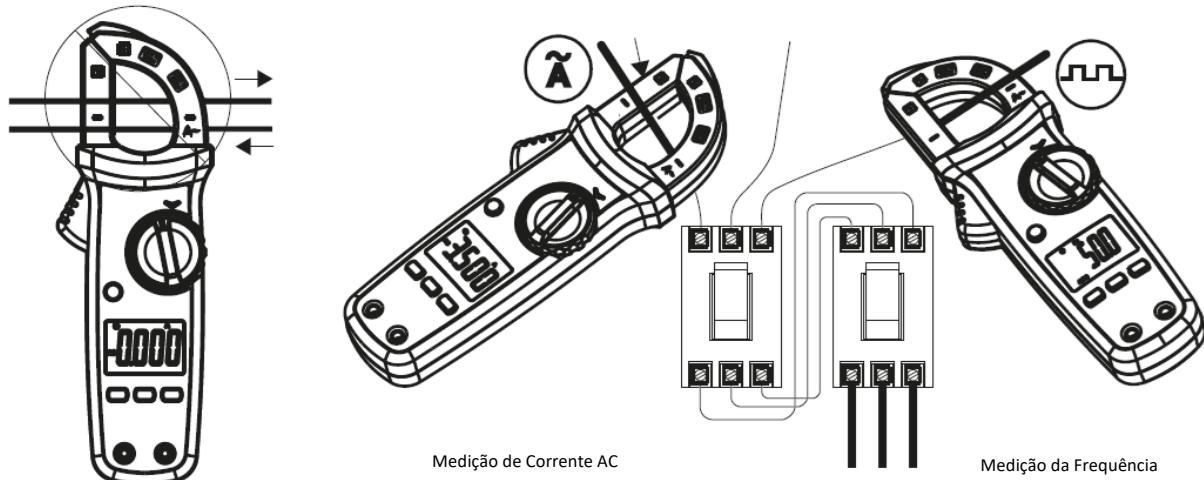

FIGURA 2
1. Medição de Corrente AC / Frequência da Corrente (Figura 2)